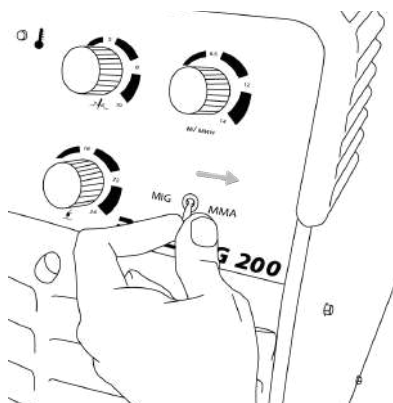

Рис. 11.3. Выбор способа сварки
3. Перейдите в режим MMA (См. рис. 6.1 п. 5) на передней панели сварочного аппарата (См. рис. 11.3).